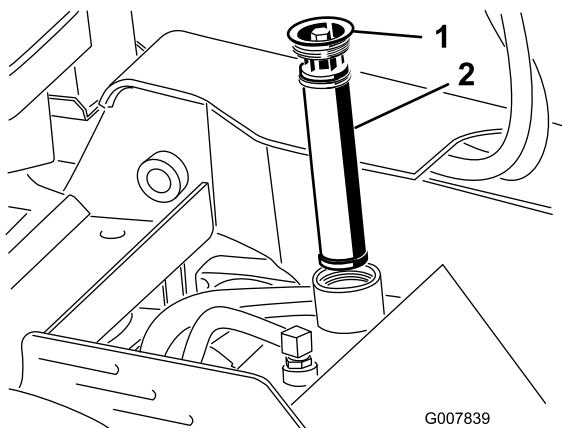

図 62
4. 古いフィルタを外して捨てる 図 62。
5. 新しいフィルタを取り付け、キャップ 図 62 をして上部ボルトを $13-15.5 \text{ N}\cdot\text{m}$ $2.3-2.8 \text{ kg}\cdot\text{m} = 110-140 \text{ in}\cdot\text{lb}$ にトルク締めする。
7. 油圧オイルタンクのフィルタとキャップ 図 62 を取る。
12. フィルタを取り付け、キャップ 図 62 をして上部ボルトを $13-15.5 \text{ N}\cdot\text{m}$ $2.3-2.8 \text{ kg}\cdot\text{m} = 110-140 \text{ in}\cdot\text{lb}$ にトルク締めする。